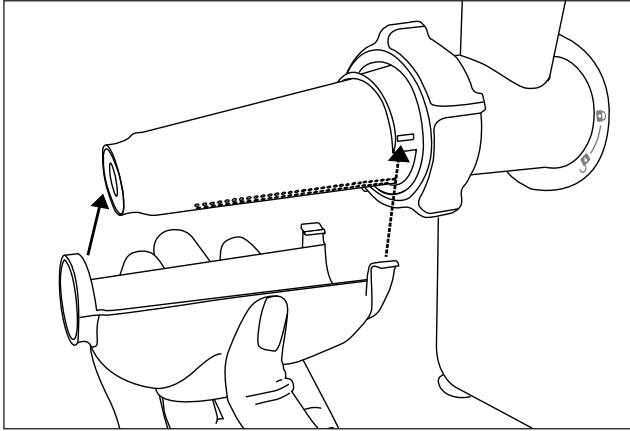

Abb. 2
- 8) Befestigen Sie die Auffangschale **8** an dem Passiersieb **10** (siehe Abb. 2). Dazu schieben Sie den Ring auf die Spitze des Passiersiebs **10** und haken die Verschlüsse **7** beidseitig am breiten Ende ein. Das Loch in der Auffangschale **8** zeigt nach unten.